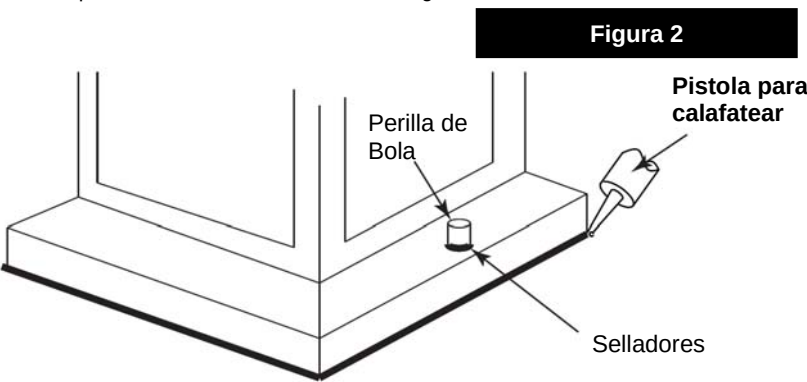

Figura 2
2. El cristal de este accesorio se instala alineando las arboledas (3) en el baso con las pestnas situadas en el interior de techo – **Véase la Figura 2**.
3. Para instalar vidrio (2) alinee las ranuras y deslice el vidrio arriba en la azotea. Gire el vidrio hasta firmemente en su lugar, a continuación, fije enroscando el tornillo (1) en el lugar bajo las ranuras de vidrio.
1. Conecte el cable de alimentación positiva (A) (normalmente negro el lado no marcado suave del cable de dos conductores) de plomo accesorio positivo (B) con un giro de tamaño apropiately conector – **Véase la Figura 2 y 3**.
2. Conecte el cable de alimentación negativa (C) (por lo general de color blanco o el lado marcado estriado del cable de dos conductores) de plomo accesorio negativo (D).
Loop alambre de tierra (E) (generalmente de cobre o verde recubierto de plástico) debajo de la cabeza del tornillo de tierra (S) en la brida de montaje accesorio (M) y conectar con el extremo suelto del cable de tierra luminaria directamente al cable de tierra del sistema de construcción con un tamaño adecuado twist-conectores – **Véase la Figura 2**.
Después asegurar fijo en su lugar, se recomienda que la distancia entre la parte superior y la base de montaje del accesorio se sellará con cualquier buen masilla impermeable de calidad o sellador de silicona (no incluido). También se recomienda que una pequeña capa de madilla o sellador de ser sometidos a los mandos de bolas utilizadas para montar accesorio – Véase la Figura 2.